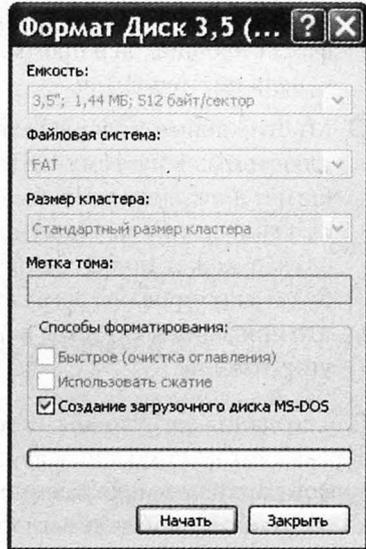

Рис. 15.7. Создание загрузочной дискеты в Windows XP/Vista
3. В появившемся окне установите флажок Создание загрузочного диска MS-DOS (рис. 15.7), нажмите кнопку Начать, подтвердите ваши действия нажатием ОК и дождитесь завершения процедуры.